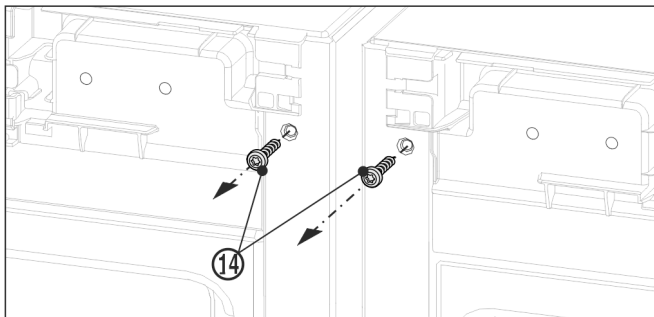

Fig. 12
- ▶ Pirms augšējā leņķa montāžas izskrūvējiet abas zemējuma skrūves Fig. 12 (14).